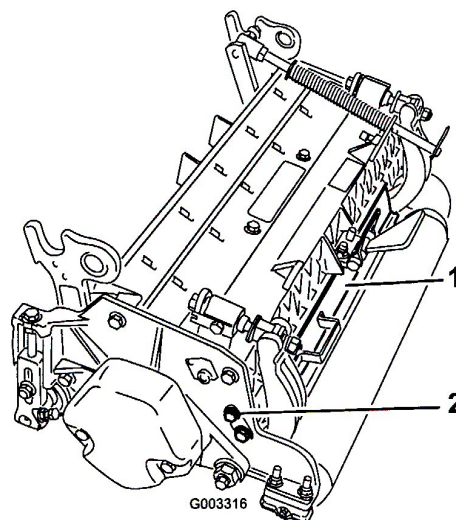

図 4
1. 後シールド（図 4）を開けるには、シールドを左サイドプレートに固定しているキャップスクリューをゆるめ、シールドを開位置にセットし、キャップスクリューを元のように締めてください。